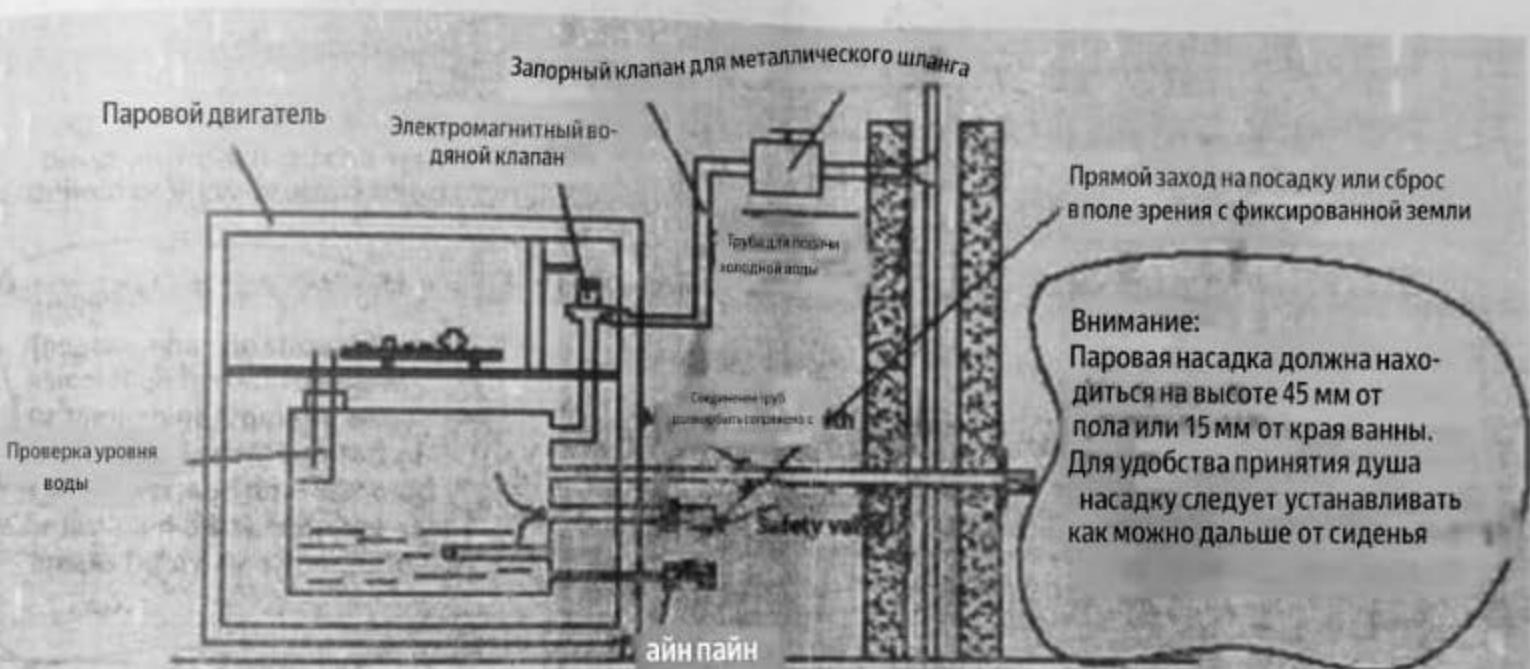

рисунок 2
2. Выход пара - паропровод должен быть медным, диаметром не менее 4 минут (так как трубы из черного металла или гайванизированные трубы могут привести к повреждению стен парилки ржавчиной, обесцвечиванию, поэтому их использование категорически запрещено). Длина паропровода не должна превышать 3 метров. Если длина паропровода превышает 3 метра, его следует изолировать (см. рисунок 2).